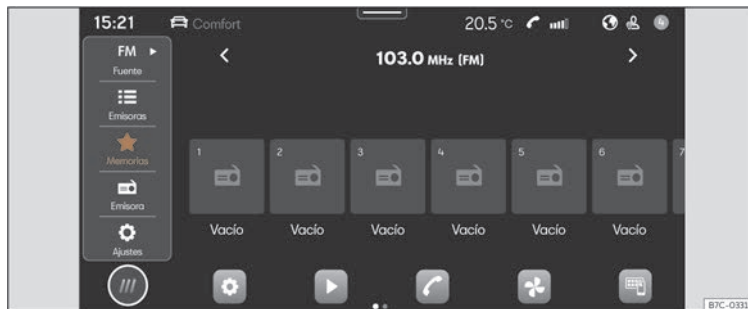

Fig. 152 Representació esquemàtica: Vista Radio.
- Premeu **HOME** > >>> **fig. 152**.